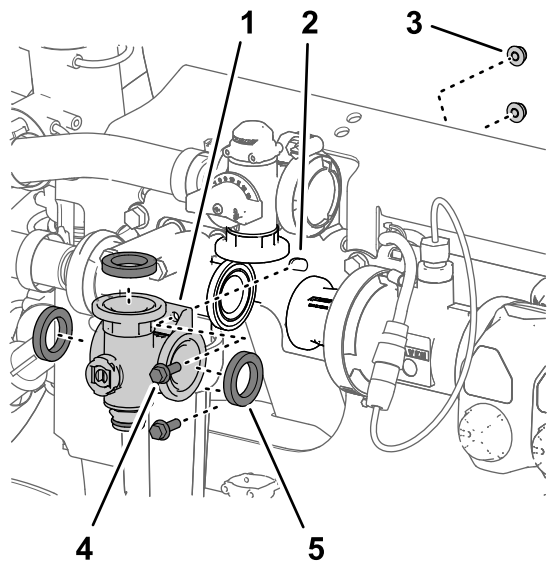

图 115
- 松开将搅拌阀歧管固定至阀支架的 2 个凸缘头螺栓 $\frac{1}{4} \times \frac{3}{4}$ 英寸和 2 个凸缘锁紧螺母 $\frac{1}{4}$ 英寸图 115。
- 从机器上卸下搅拌阀歧管和垫片图 115。